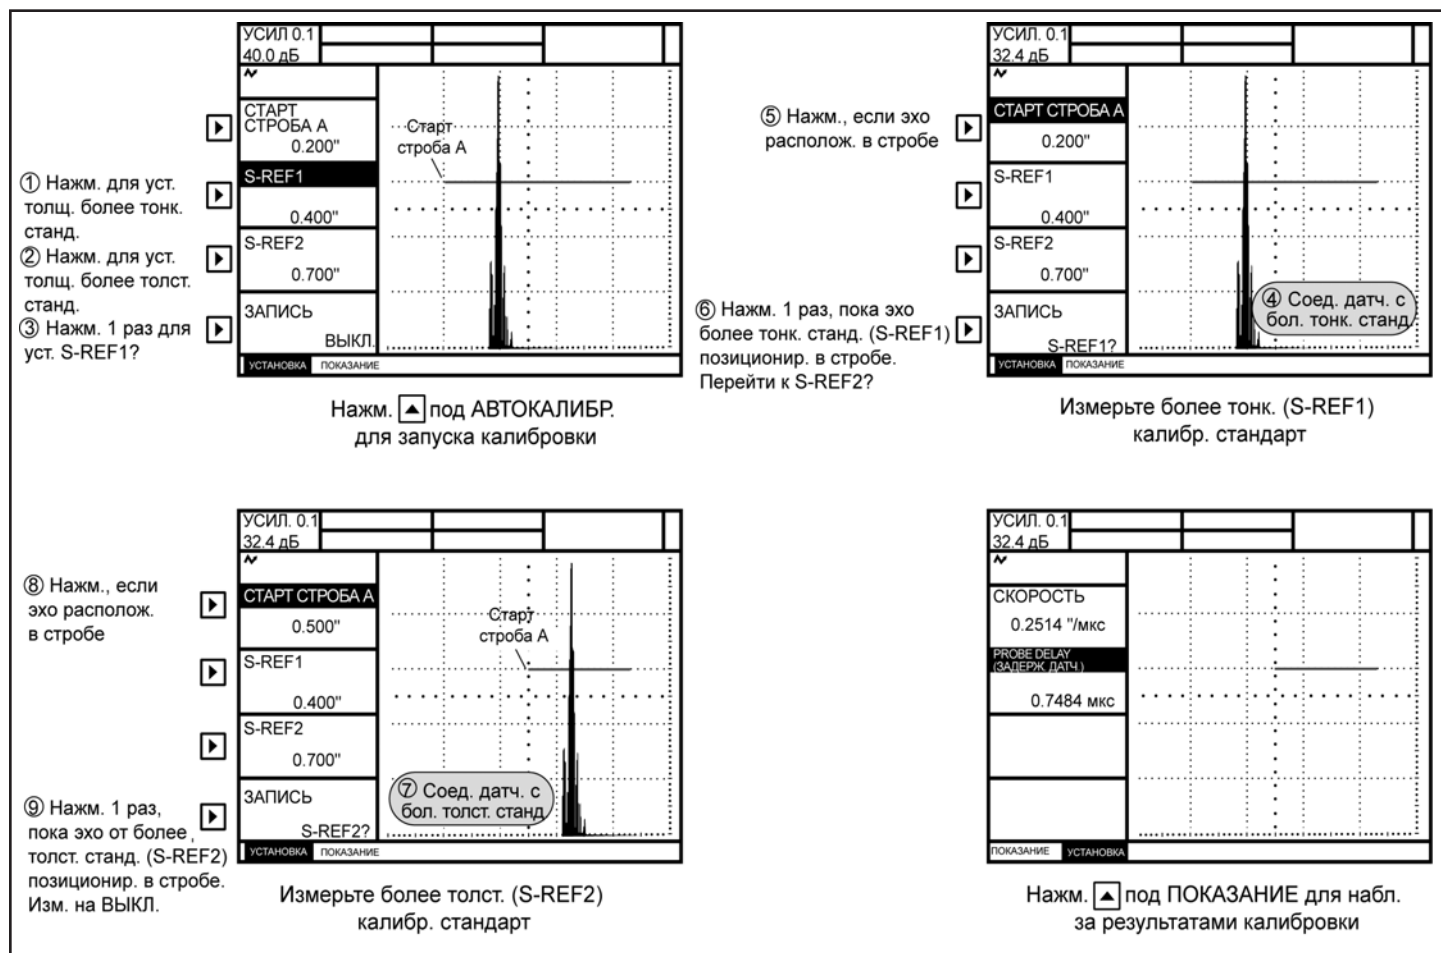

РИСУНОК 4-11—Процедуры автоматической калибровки
(В ходе ознакомления см. Рисунок 4-11)
**Шаг 4:** При помощи контактного материала приложите датчик к более тонкому калибровочному стандарту. Нажмите рядом с вариантом выбора A START (СТАРТ А). Поворачивайте ручку функций (это приведет к сдвигу стартовой позиции строба А), пока строб А не расположится над эхо-сигналом, соответствующим толщине более тонкого стандарта (Рисунок 4-11).
**Шаг 6:** При помощи контактного материала приложите датчик к более толстому калибровочному стандарту. Нажмите  рядом с вариантом выбора A START (СТАРТ А). Поворачивайте ручку функций (это приведет к сдвигу стартовой позиции строба А), пока строб А не расположится над эхо-сигналом, соответствующим толщине более толстого стандарта (Рисунок 4-11).